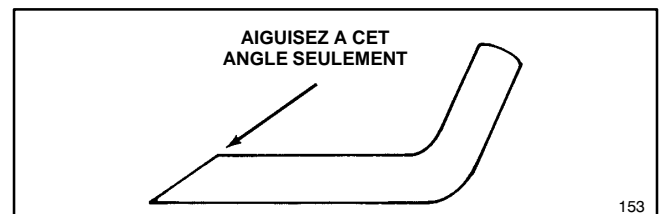

Figure 26
6. AIGUISAGE DE LA LAME—Au moyen d'une lime, aiguiser le bord supérieur de la lame en veillant à conserver l'angle de coupe original (Fig. 26). Limer la même quantité de métal sur chaque arête de coupe pour conserver l'équilibre de la lame.